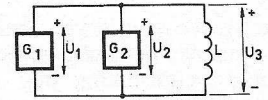

Fig. 5
② In fig. 5 zijn  $G_1$  en  $G_2$  twee generatoren met inwendige weerstanden van resp. 1,25 k $\Omega$  en 5 k $\Omega$ .